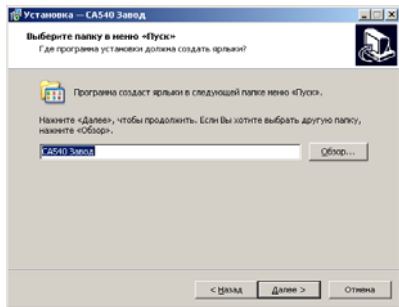

Рисунок 8.3
3) Определить место размещения ярлыков программы в меню "Пуск", для чего в окне (рисунок 8.3) следует либо согласиться с предлагаемой по умолчанию папкой, либо выбрать другой вариант, щелкнув по кнопке . Для продолжения выполнения установки программы щелкнуть по кнопке .